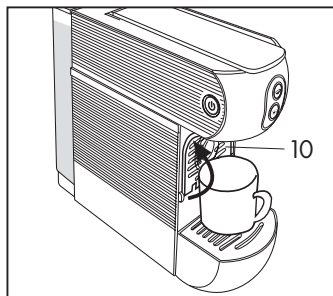

Fig. 5
- Compruebe que no hayan cápsulas en el interior y encienda la máquina accionando el interruptor principal (11)
- Cierre el soporte taza pequeña (10) y coloque una taza grande vacía debajo de la boquilla dispensadora (4).
**(Fig. 5)**
Abra el soporte (10) para preparar correctamente un café expreso y para utilizar las tazas pequeñas **(Fig. 7)**. Para el uso de tazas grandes, cierre el soporte (10) y coloque la taza directamente en la rejilla recogegotas (5). **(Fig. 5)**